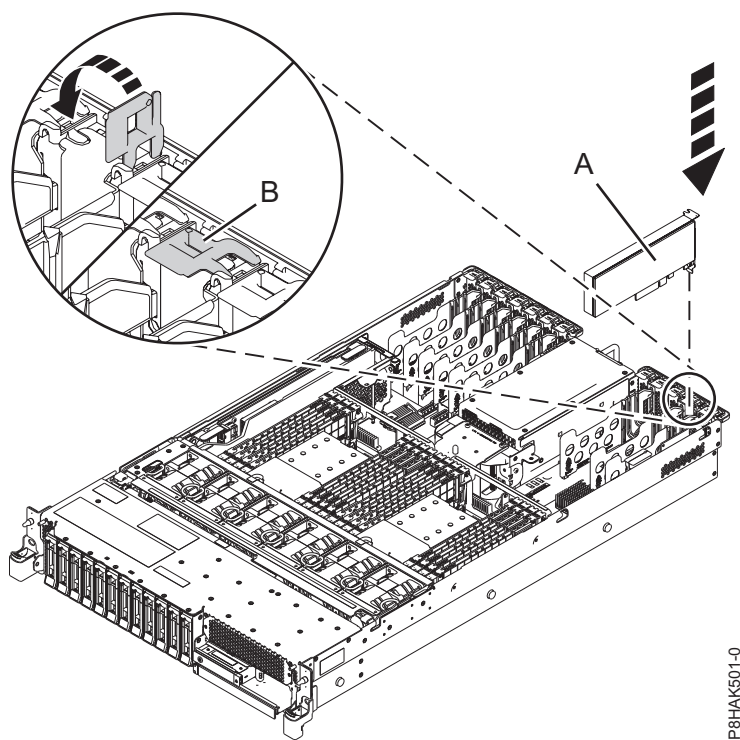
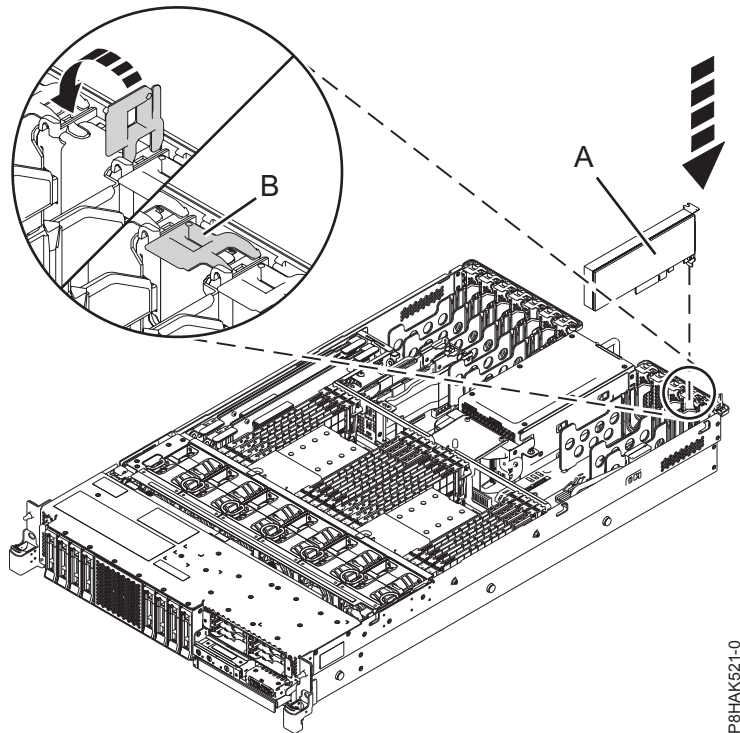

Abbildung 29. PCI-Adapter bei einem Einschubsystem austauschen
Abbildung 30. PCI-Adapter in einem Einschubsystem mit erweiterten Funktionen austauschen
6. Wenn die Adaptersicherung (B) des Zielsteckplatzes nicht bereits geöffnet ist, ziehen Sie die Adaptersicherung in die geöffnete Position, indem Sie sie von ihrem Clip an der Systemrückseite nach außen drehen - siehe Darstellung in Abb. 29 auf Seite 51 und Abb. 30 auf Seite 51.
7. Fassen Sie den Adapter vorsichtig an der Oberkante oder am Haltesteg an und richten Sie den Adapter an dem Steckplatz und dem zugehörigen Anschluss an der Systemrückwandplatine (A) aus, siehe Darstellung in Abb. 29 auf Seite 51 und Abb. 30 auf Seite 51.
9. Drehen Sie zum Verriegeln des Adapters im Steckplatz die Adaptersicherung (B) in die abgebildete Richtung in Abb. 29 auf Seite 51 und Abb. 30 auf Seite 51.